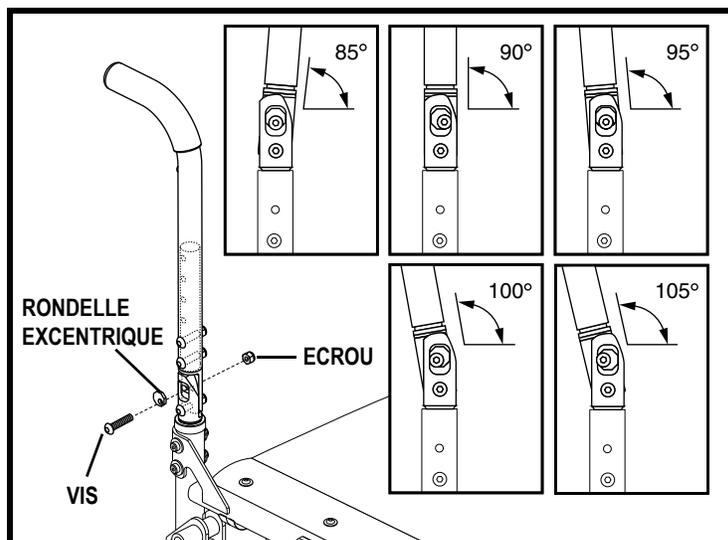

Figure 19. Réglage de l'inclinaison du dossier
2. Enlevez la vis de réglage d'inclinaison. **Voir la figure 19.**
4. Réinstallez la vis de réglage d'inclinaison. **Voir la figure 19.**